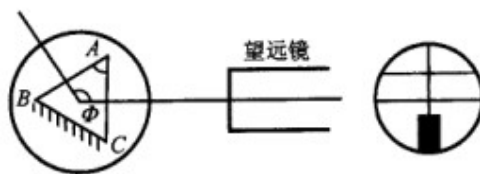

图 7.1.2-10 测棱镜顶角  $A$
(2) 接通目镜照明光源, 遮住从平行光管来的光。转动载物台, 在望远镜中观察从侧面  $AC$  和  $AB$  反射回来的十字像, 只调台下三螺钉, 使其反射像都落到上十字线处, 见图 7.1.2-10。调节时, 切勿动螺钉 (12) (为什么?)。